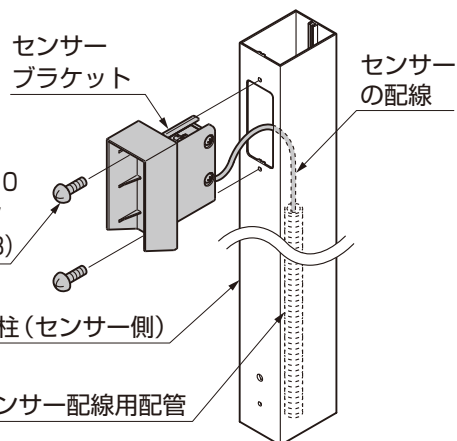

図5-6 センサー側
- ② センサーの配線を通線工具などを使用してセンサー配線用配管に通してください。(図5-6参照)
- ③ センサーブラケットをセンサー柱 (センサー側) に【2-1】で組付けてください。(図5-6参照)